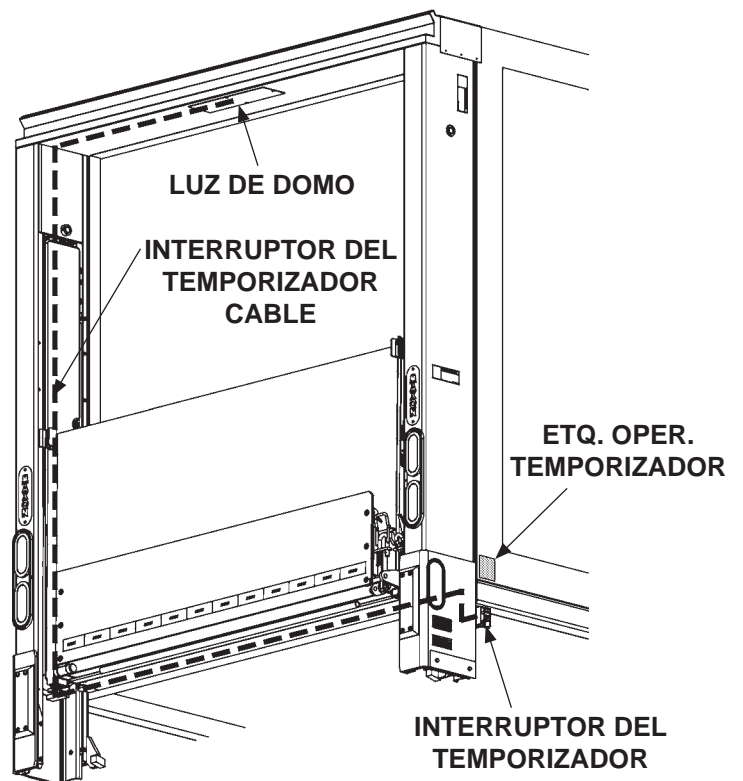

FIG. 16-2
15. Coloque la etiqueta de operación del temporizador (incl. en kit) a la carrocería del vehículo, sobre el interruptor del temporizador (**FIG. 16-2**).